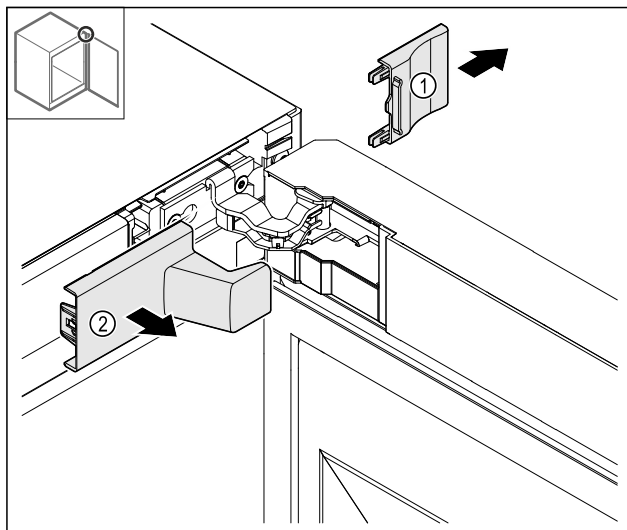

Fig. 9
- Retirer le cache Fig. 9 (1) puis le cache Fig. 9 (2).